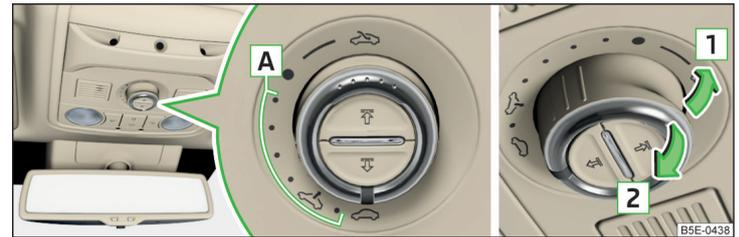

Abb. 46 Bedienung des Schiebe-/Ausstelldachs
Bedienung des Schiebe-/Ausstelldachs » Abb. 46
Das Schiebe-/Ausstelldach ist mit einer Kraftbegrenzung ausgestattet. Das Schiebe-/Ausstelldach stoppt und fährt einige Zentimeter zurück, wenn es sich durch ein Hindernis (z. B. Eis) nicht schließen lässt. Das Schiebe-/Ausstelldach kann ohne Kraftbegrenzung vollständig geschlossen werden, indem an der Aussparung des Schalters in Pfeilrichtung [Z] » Abb. 46 gezogen wird, bis das Schiebe-/Ausstelldach vollständig geschlossen ist » !.
- Den Schalter in die Stellung ⇄ » Abb. 46 auf Seite 70 einstellen.